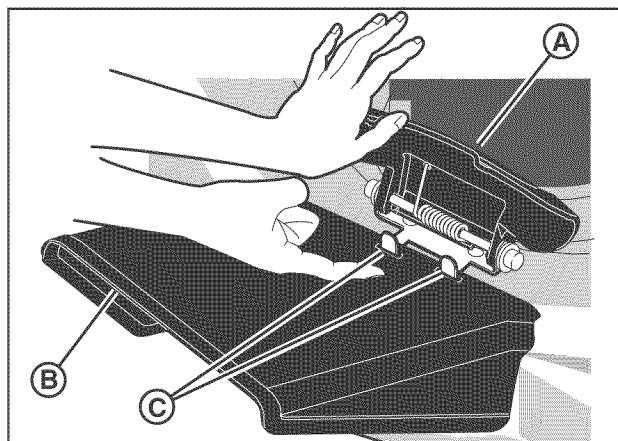
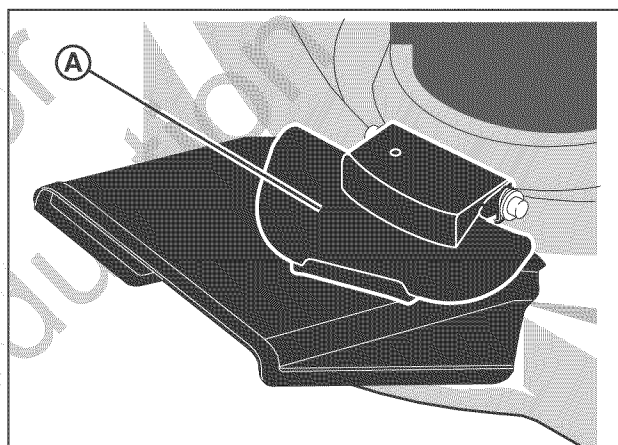

Figure 10: Installation du déflecteur de décharge latérale
Figure 11: Relâcher le couvercle de la faucheuse
1. Soulever le couvercle de la faucheuse (A, Figure 10).
2. Attacher le déflecteur latéral (B). S'assurer que les pattes de verrouillage (C) passent à travers les fentes du déflecteur latéral.
3. Baisser le couvercle de la faucheuse (A, Figure 11).